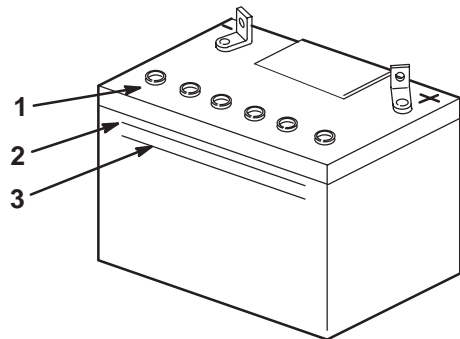

Figure 62
2. Observez le côté de la batterie. Le niveau de l'électrolyte doit atteindre le trait **supérieur** (Fig. 62). Ne laissez pas l'électrolyte descendre en dessous du trait **inférieur** (Fig. 62).
3. Enlevez les bouchons d'aération de la batterie (Fig. 62).
4. Versez lentement de l'eau distillée dans chaque élément jusqu'au trait **supérieur** (Fig. 62) sur le côté de la batterie.
5. Attendez cinq à dix minutes après avoir rempli les éléments. Ajoutez de l'eau distillée au besoin, pour amener le niveau au repère **supérieur** (Fig. 62) sur le côté de la batterie.